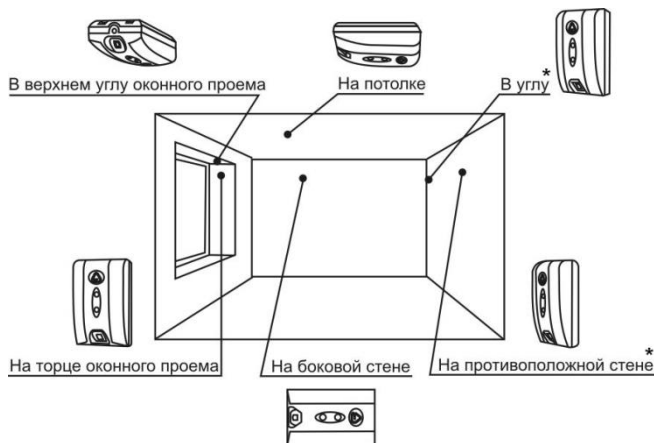

Рис.2 Возможные варианты установки извещателя
- Извещатель может быть установлен на стене, потолке или на торце оконного проёма (рис.2).
Высота установки должна быть не менее 2 м от поверхности пола, расстояние до самой удаленной точки охраняемого стекла должно быть согласно табл.4, микрофон должен быть направлен по возможности в центр охраняемого стекла. Для надёжной работы настоятельно рекомендуется устанавливать извещатель как можно ближе к охраняемому окну, например на оконном проеме. Рекомендуемые места установки показаны на рис.2. Запрещенные места установки показаны на рис.3.